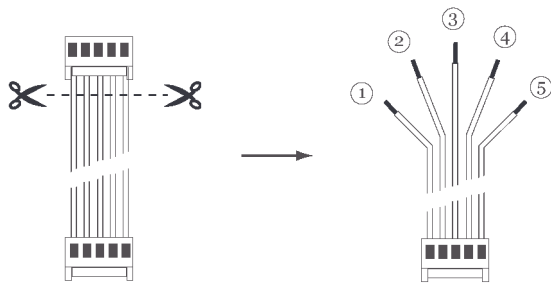

Abbildung 1: Anschluss einer **Secoris 4x Relaiskarte**
Der mitgelieferte Kabelbaum kann an der Secoris BUS-Draht-Meldergruppenerweiterung (10) und der Secoris BUS Externen-Spannungsversorgung angeschlossen werden. Wenn Sie die Secoris 4x Relaiskarte an ein anderes Gerät anschließen wollen, schneiden Sie einen der Stecker ab und isolieren Sie die Drahtenden 5 mm ab. Abbildung 1 zeigt die Farbkodierung des Kabelbaums.